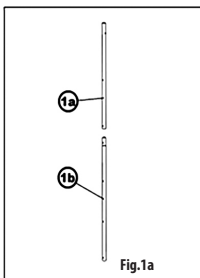
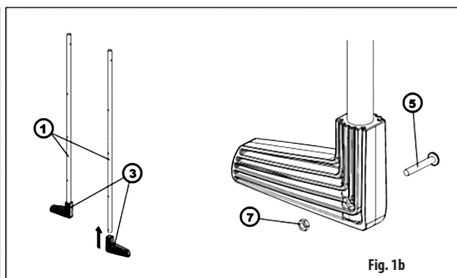

Fig.1a
Fig. 1b
Introduisez les pieds (3) sur la bonne extrémité (en fonction des orifices) des tubes (1). Bloquez à l'aide des vis (5) et écrous correspondants (7) (Fig. 1b). Pour l'échelle avec 2 sections de tubes pour les piscines de 1,20 m, assemblez les sections supérieure (1a) et inférieure (1b) des tubes (Fig. 1a).